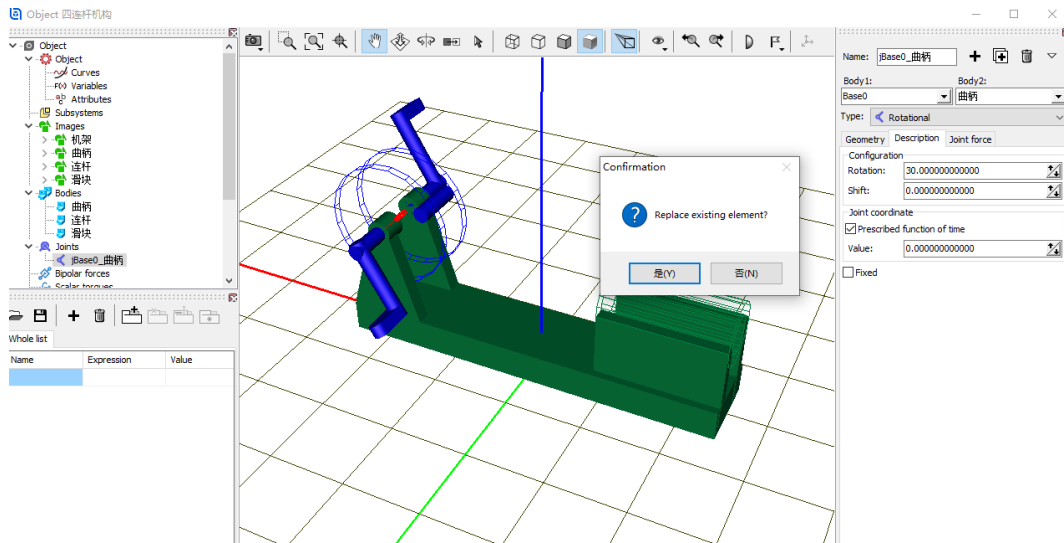

图 2-54
- 10) 切换到 **Description** 页面，设置 **Rotation** 值为 **30 (°)**，作为初始状态。然后，勾选 **Prescribed function of time**，然后在弹出对话框点是(Y)，如图 2-54。